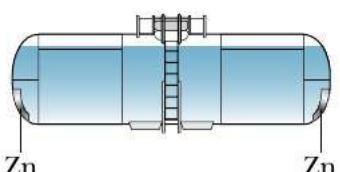

Рис. 44. К защищаемой от коррозии цистерне прикрепляют пластинки более активного металла (цинка)
- протекторную защиту (соединение металла, погружённого в раствор электролита, например в морскую воду, с более активным металлом, который и будет подвергаться разрушению) (рис. 44).